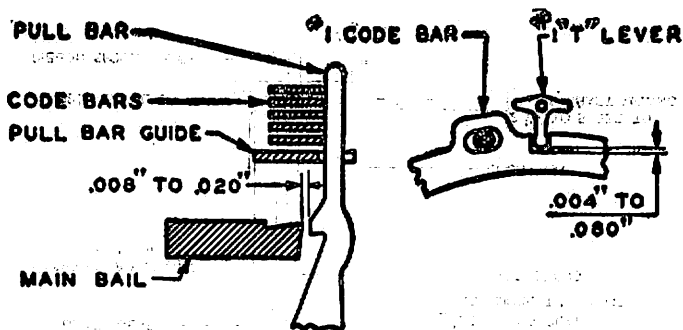

Fig. 19
4.31 Pullbar guide: See Fig. 19.